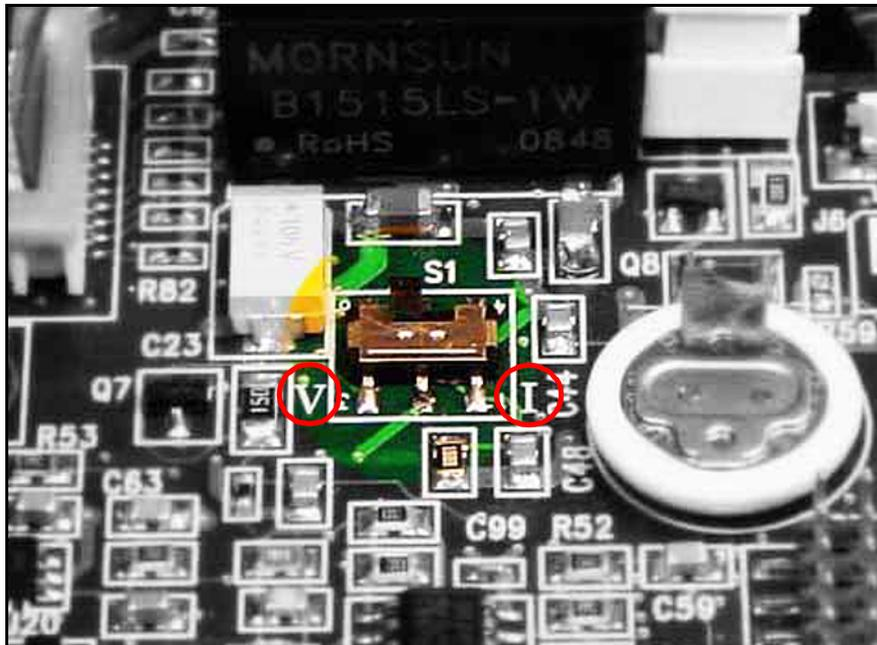

Рисунок 8: Переключатель S1 на главной печатной плате
Выполняйте эти шаги для проверки или сброса переключателя **S1** (см. Рисунок 8):
6. Локализируйте переключатель **S1** (см. выделенную зону в Рисунок 8 ниже).